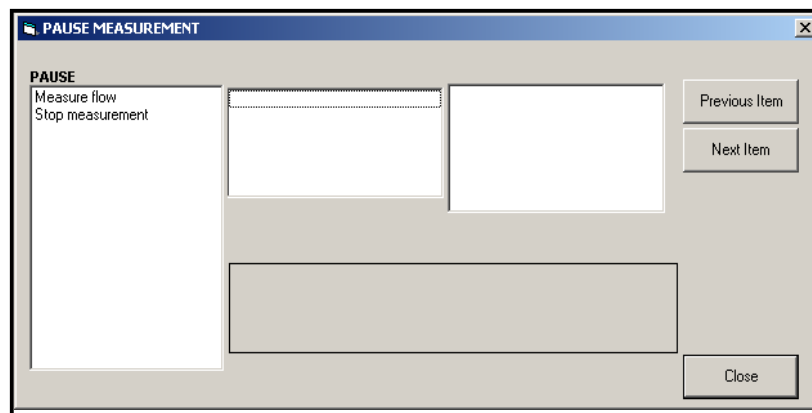

Figure 21 : La fenêtre Suspendre la mesure
2. Développez l'option Fonctions de modification, et double-cliquez sur l'entrée *Suspendre la mesure*. Une fenêtre similaire à la Figure 21 s'ouvre.